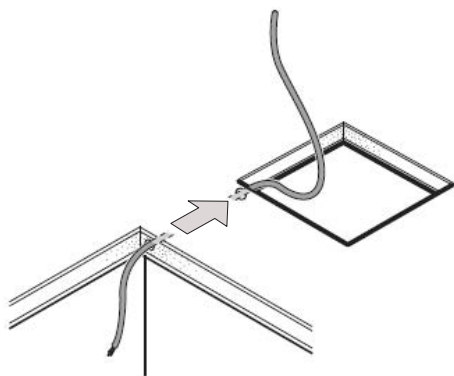

Fig. 07: Cavo di alimentazione elettrica
- ▶ Collegare un cavo di alimentazione elettrica da 230 V al taglio. Se possibile, collegare il cavo attraverso l'isolamento del tetto come mostrato in Fig. 07.